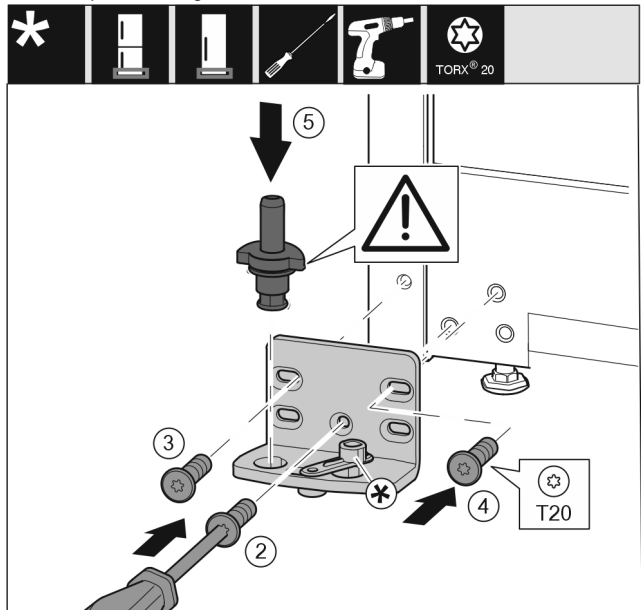

Fig. 17
- ▶ Postavite podložak ležaja na drugoj strani i zavijte pomoću odvijača T20. Započnite s vijkom 2 dolje u sredini. *Fig. 17 (2)*
- ▶ Pritegnite vijak 3 i 4. *Fig. 17 (3,4)*
- ▶ Kompletno umetnite podložak ležaja. Pri tome pazite da je ispuščenje za blokiranje okrenuto prema otvora. *Fig. 17 (5)*